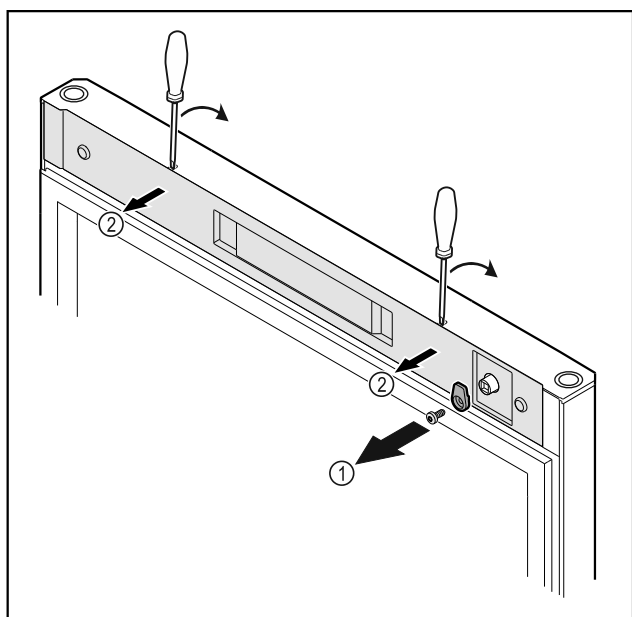

Fig. 19
- Svitare i ganci di chiusura Fig. 19 (1).
- Disinnestare la copertura Fig. 19 (1) con l'ausilio di un piccolo cacciavite e rimuoverla.